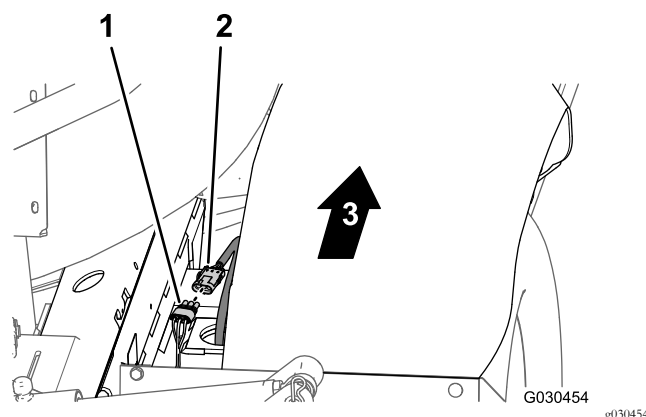

Figura 117
2. Nella parte posteriore della macchina (tra il tubo del telaio di destra e il parafrangente destro), collegate il connettore a 3 pin del cablaggio del sensore di velocità nel motore di trazione idraulica destro al connettore a 3 prese (non marcato) del cablaggio preassemblato posteriore (Figura 117).